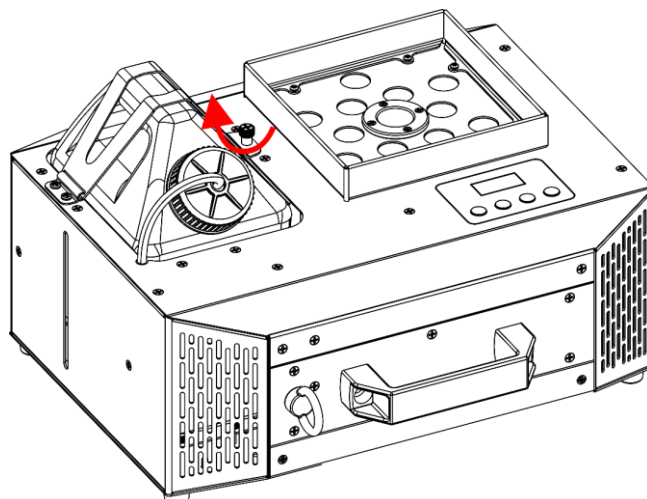

Fig. 37
- 12) Serrez la vis de sécurité du **support du réservoir (04)**, comme indiqué sur la Fig. 37.